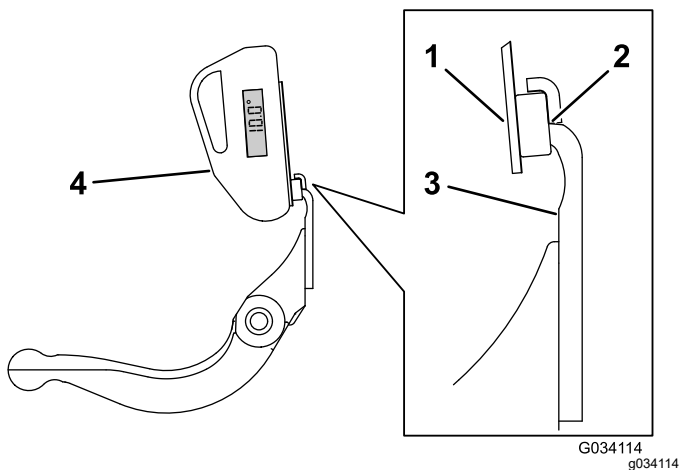

Рисунок 25
3. Розмістіть тримач індикатора кута на крайці протиножа так, щоб край магніту збігався з крайкою протиножа (Рисунок 25).
4. Розмістіть індикатор кута на тримачі, як показано на Рисунок 25.